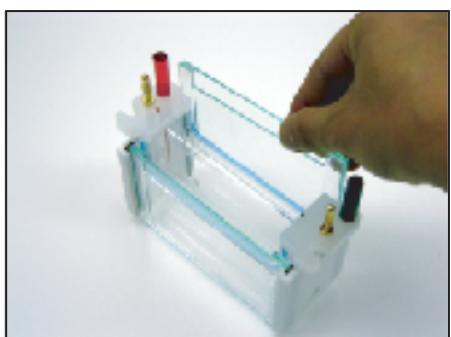

図 2
3. アッパーバッファーチャンバーの上からカセットホルダーの間に **XV PANTERA MP Gel** カセットの切り込みのある面が内側になるようにセットします。（図2）可動式カセット